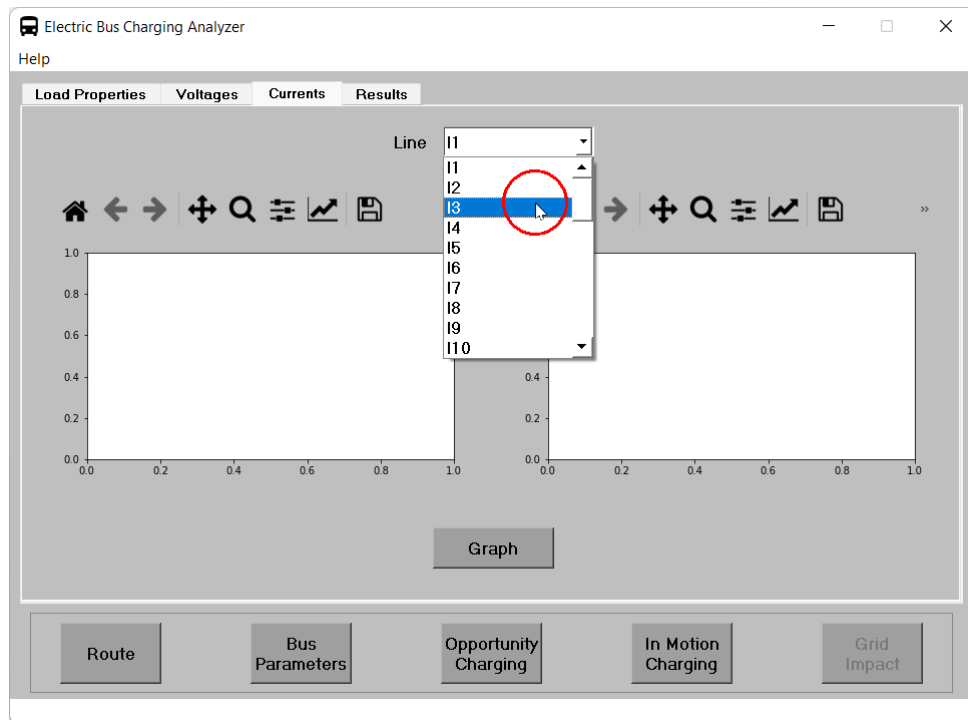

Figura 61: Seleccionar línea.
13. Seleccionar la línea cuya corriente se va a graficar en la barra desplegable como se muestra en la figura 61.